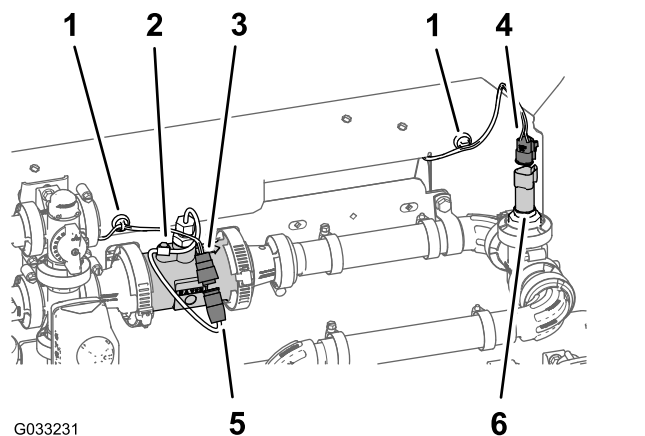

Figura 101
1. Disponete i connettori della diramazione del cablaggio preassemblato da 203 cm contrassegnati con **Flussometro** e con **Trasduttore di pressione** nella parte posteriore del supporto del collettore (**Figura 101**).
2. Collegate il connettore a 3 prese della diramazione del cablaggio preassemblato da 203 cm per il flussometro (non contrassegnato) nel connettore a 3 pin del cablaggio del flussometro (**Figura 101**).
3. Collegate il connettore a 3 prese della diramazione del cablaggio preassemblato da 203 cm per il **Trasduttore di pressione** contrassegnato nel connettore a 3 pin del trasduttore di pressione (**Figura 101**).
4. Applicare gli ancoraggi magnetici del cablaggio per il flussometro e il trasduttore di pressione sulla superficie del supporto del collettore (**Figura 101**).